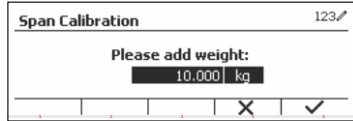

Figure 10
- Appuyez sur le bouton multifonction correspondant à l'icône ✓ pour débiter l'étalonnage de l'intervalle de mesure. (Voir Figure 10)